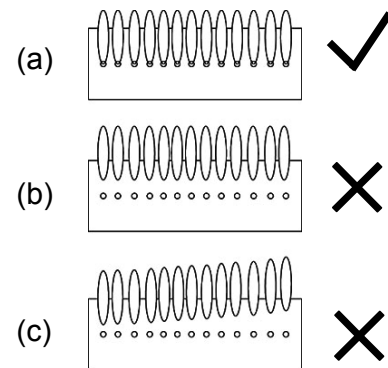

Fig. 52 Llama aceptable: sólo (a)
- Con la mano protegida por un guante, regule el obturador de aire hasta que observe una llama estable, principalmente azul, a través de las ranuras y los orificios de observación a cada lado de la caja del quemador. Las llamas aceptables se muestran en la Fig. 52.